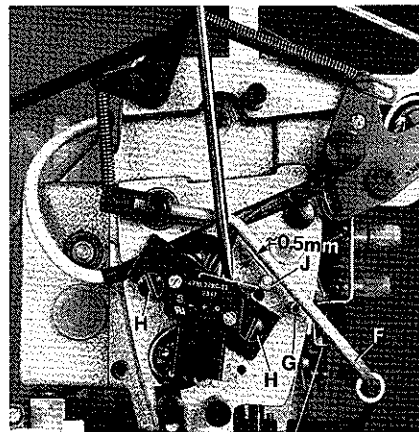
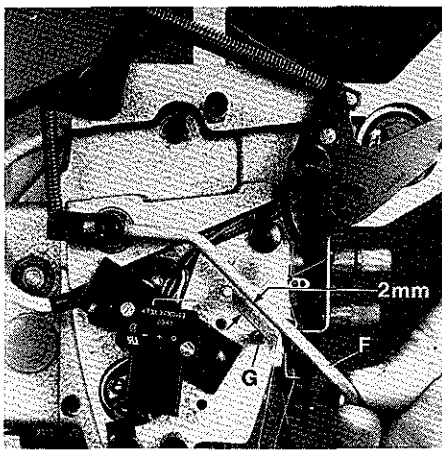

Fig.57
Fig.58
Loosen the two screws (H, Fig.57) and position the micro switch so the roller lever (J) of switch has still an end play of approx.0,5 mm (.020 in.) (see Fig.57) below actuating lever (F) resting on roll pin (G), in order not to damage the switch. Retighten screws (H). The micro switch is set correctly when the motor of the metering device switches off at the time the actuating lever (F, Fig.58) has raised by 2 mm (5/64 in.) (see Fig.58) from roll pin (G).
Lösen Sie die beiden Schrauben (H, Fig.57) und positionieren Sie den Mikroschalter so, daß der Rollenhebel (J) des Schalters noch etwa 0,5 mm (siehe Fig.57) Spiel nach unten hat, wenn der Schaltbügel (F) an der Spannhülse (G) anliegt, damit der Schalter nicht beschädigt wird. Ziehen Sie die Schrauben (H) wieder an.
Der Mikroschalter ist richtig eingestellt, wenn beim Abheben des Schaltbügels (F, Fig.58) von der Spannhülse (G) um 2 mm (siehe Fig.58), der Motor des Zumeßgeräts ausschaltet. Montieren Sie den Kopfdeckel, den Führungsbügel und die Rändelschraube mit Stelling wieder.